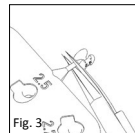

Fig. 3
■ **Fig. 3** Den sizer, der er valgt til målingen, klippes af med en mikrosaks og transporteres ind i mellemøret med en suger eller et andet mikrokirurgisk instrument.